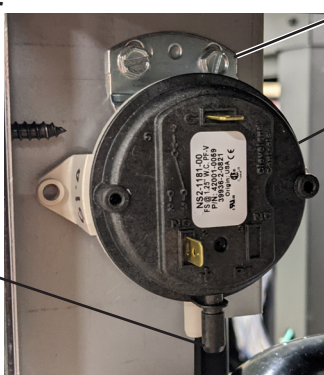

Figure 9.
11. Retirez l'interrupteur de débit d'air ayant une ligne rouge sur l'étiquette. Voir Figure 8. Retirez le support de l'interrupteur de débit d'air, sécurisez-le au nouvel interrupteur de débit d'air fourni dans la trousse. Fixez le support au chauffe-piscine et fixez le tuyau en PVC à l'interrupteur de débit d'air avec les colliers de serrage compris dans la trousse. Voir Figure 9.